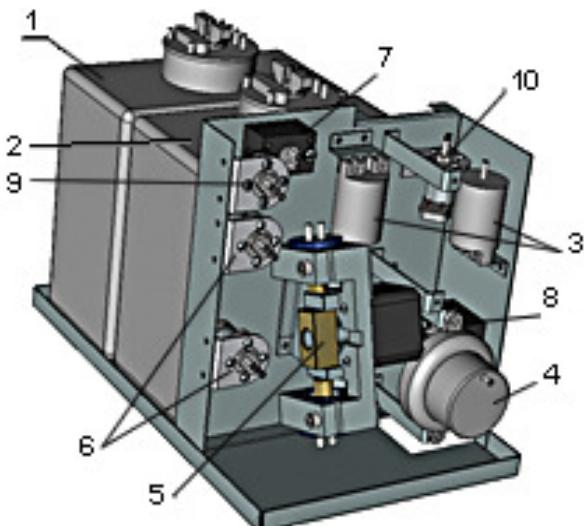
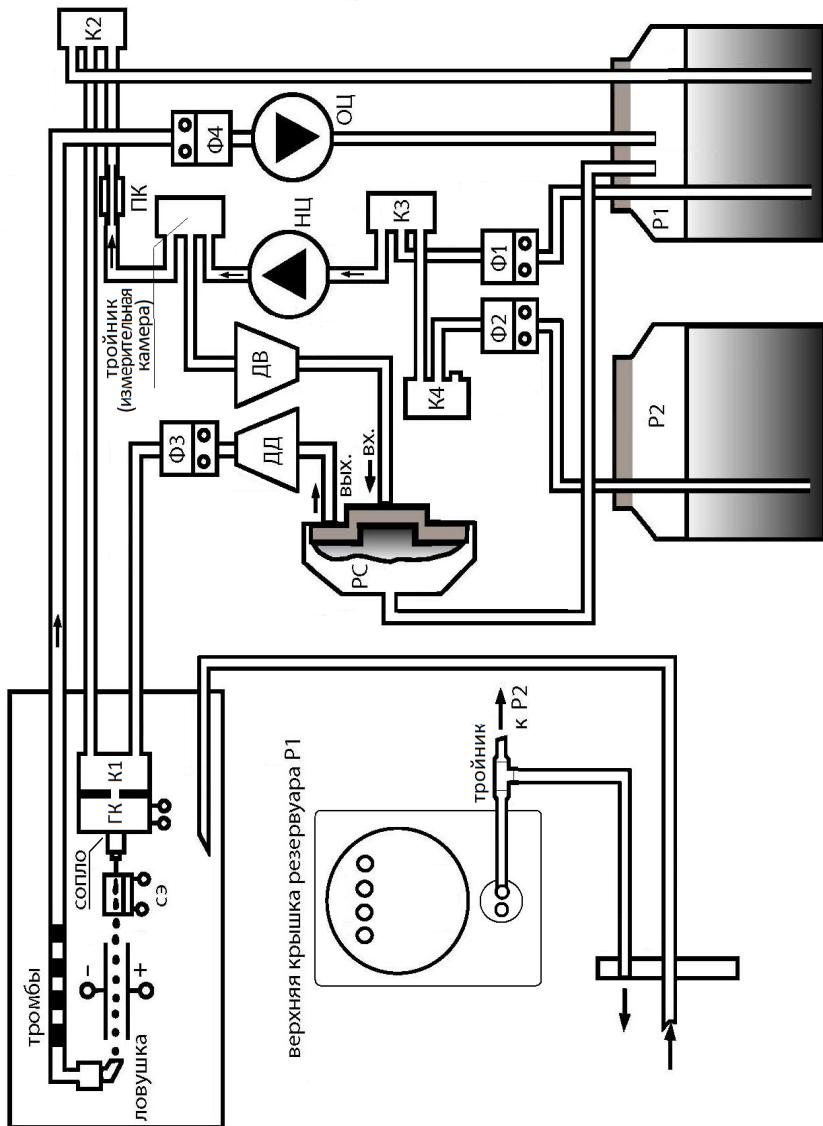

Рис. 6. Схема расположения элементов гидросистемы
Рис. 7. Структурная схема гидросистемы с автодоливом
Структурная схема и схема расположения элементов гидросистемы с автодоливом показаны на рис.6 и рис.7 соответственно.
- **Ф4** — фильтр в канале отсоса. Вход фильтра - со стороны крепления (см. рис. 6 и 7);
На рис. 7 представлена схема гидросистемы с устройством контроля вязкости и автодолива растворителя, включающее дополнительные элементы для контроля вязкости и автодолива растворителя:
На вход **НЦ** (рис.7) поступают либо чернила через **K3**, либо растворитель через **K4** и сообщающиеся штуцеры **K3**.